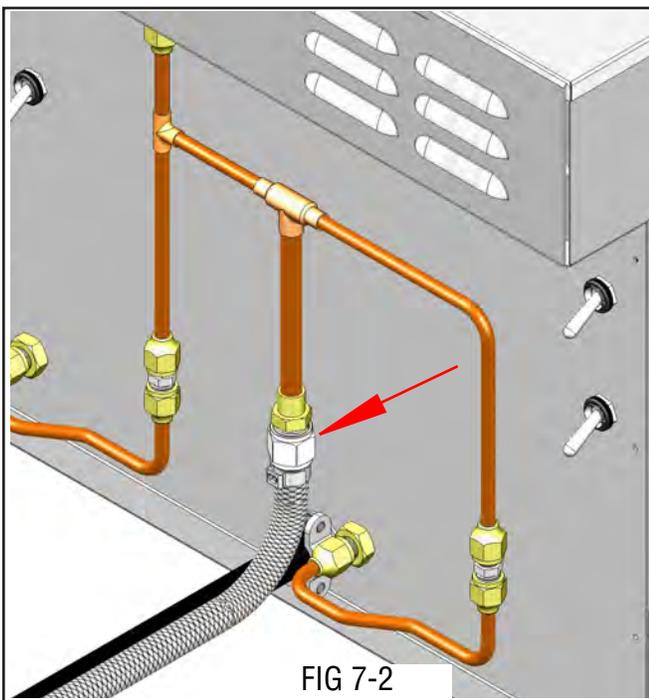

FIG 7-2
3. Lave la tubería haciendo pasar agua y sujétela a la conexión abocinada del conjunto del tubo central. FIG 7-2.